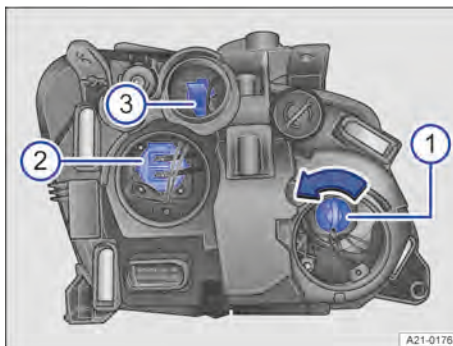

Fig. 143 En el faro izquierdo: portalámparas.
2. Gire el portalámparas en el sentido de la flecha, hasta el tope, y extráigalo junto con la lámpara hacia atrás → Fig. 143 ①.
2. Extraiga el portalámparas junto con la lámpara hacia atrás → Fig. 143 ②.
2. Extraiga el portalámparas junto con la lámpara hacia atrás → Fig. 143 ③.